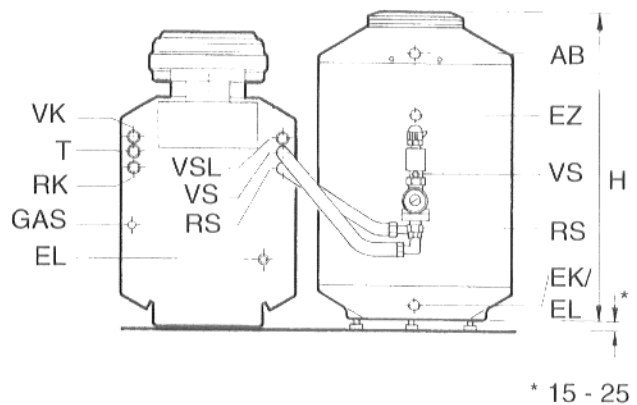

Abb. 2: Rückansicht; Anschlüsse wie Lieferzustand
1. wie im Lieferzustand vorgesehen nach Abb. 2.
Erklärung zu Abb. 2 und 3: